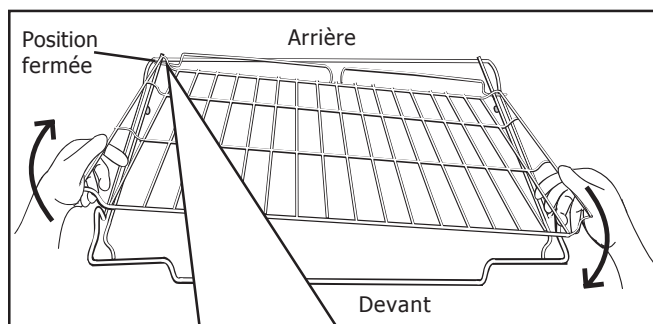

Figure 2 - Séparer la grille
**Les deux sections de la grille sont conçues pour se séparer et faciliter le nettoyage.** Placer la grille sur une surface plate en position fermée, l'endroit vers le haut. Tourner un côté de la grille supérieure vers soi jusqu'à ce que la butée (bille) soit passée. Tirer la grille vers le haut et sortir, tourner le côté d'abord (figure 2).